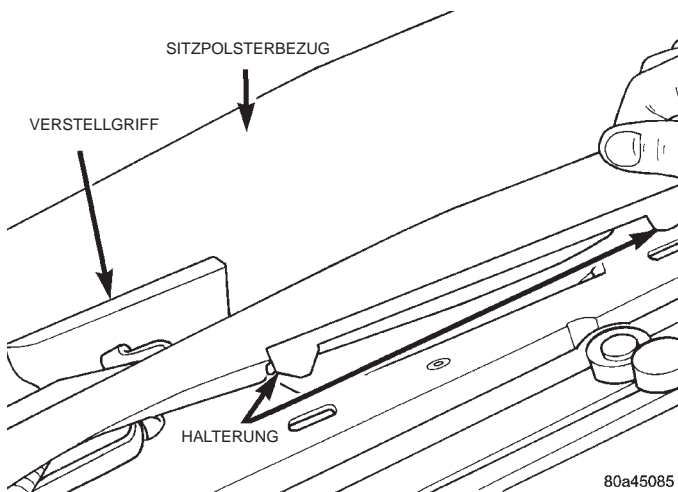
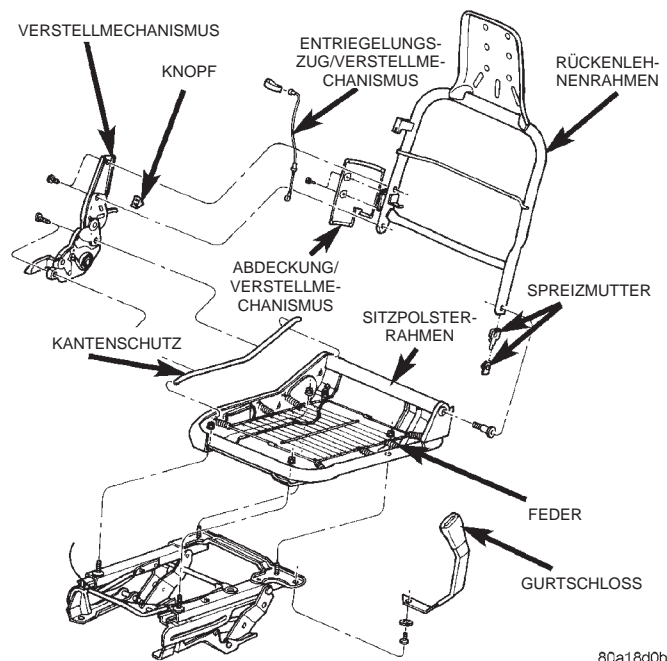

Abb. 1 Halterungen des Sitzpolsterbezugs
Abb. 2 Beifahrersitz
- (1) Sitz ausbauen.
- (2) Den Gelenkbolzen auf der Innenseite der Rückenlehne entfernen.
- (3) Halterungen lösen, mit denen der Sitzpolsterbezug auf dem äußeren Sitzpolsterrahmen befestigt ist (Abb. 1).
- (4) Reißverschluss an der Ecke des Sitzpolsterbezugs lösen.
- (5) Befestigungsschrauben lösen, mit denen der Verstellmechanismus am Sitzpolsterrahmen befestigt ist (Abb. 2).
- (6) Beifahrersitz und Kippsitz des Fahrers:
- (a) Den Entriegelungszug der Sitzschiene am Sitzpolsterbezug aus der Spreizmutter/Schwenkhalterung der Rückenlehne aushängen (Abb. 2).
- (7) Verstellgriff durch den Sitzpolsterbezug verlegen und Rückenlehne vom Sitzpolster trennen.